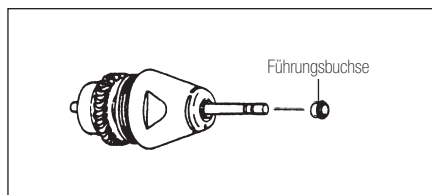

Abb.14
- Die längere Führung der Führungsbuchse auf das Ende des Rotorschachts setzen, zuerst zusammen mit dem Testbohrer (Abb. 14).